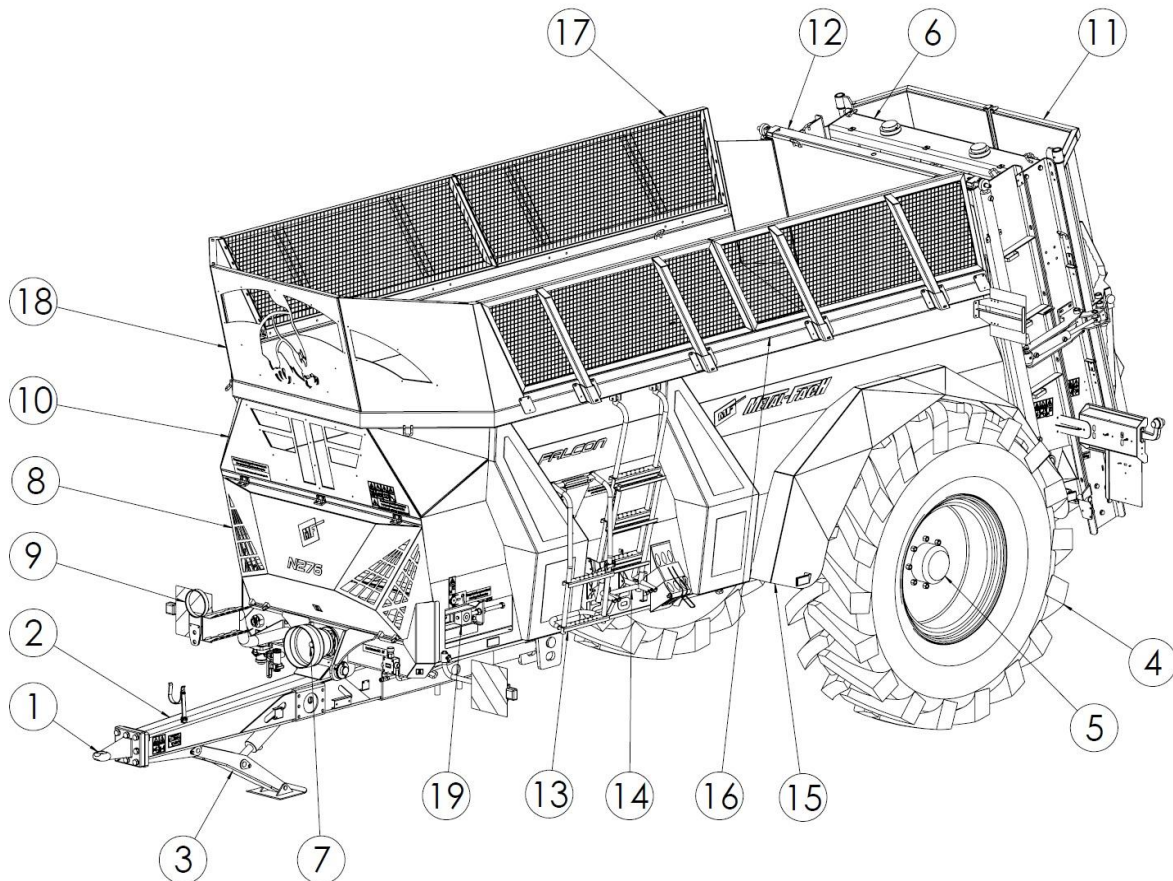

Figure 8. Conception générale d'un épandeur à fumier
La construction de l'épandeur est illustrée à la figure 8. L'élément principal de construction est un caisson de transport sous forme de coque (10) avec un châssis rigide à un seul essieu (5). Pour le raccordement à l'attelage inférieur du tracteur, il y a un timon de suspension équipé d'un anneau fixe (1). En option, un anneau de timon pivotant et à bille peut également être monté. Un pied d'appui mécanique ou (en option) hydraulique (3) est fixé au timon pour soutenir l'épandeur à l'arrêt lorsqu'il n'est pas relié au tracteur et pour régler la hauteur du timon pendant l'accouplement.